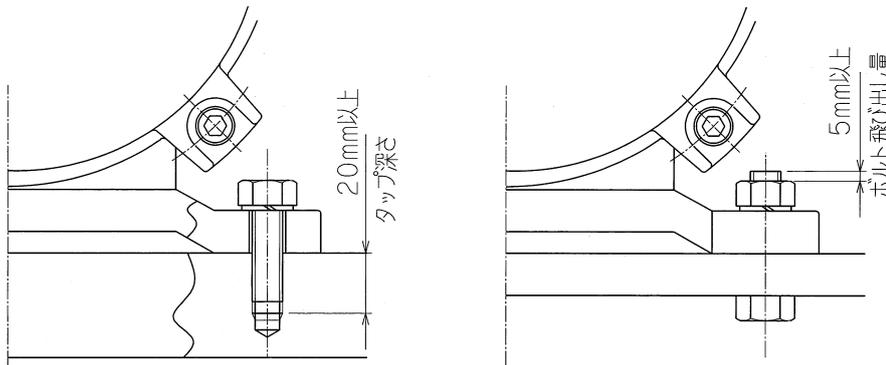

図 3 : 固定方法
- (2) ボルト&ナットで固定する場合は、図3のようにナット側にボルトの先端が5mm程度出る長さのボルトを使用してください。又、ベース面にタップ穴加工をして取付ける場合、図3のようにタップ深さは20mm以上必要です。